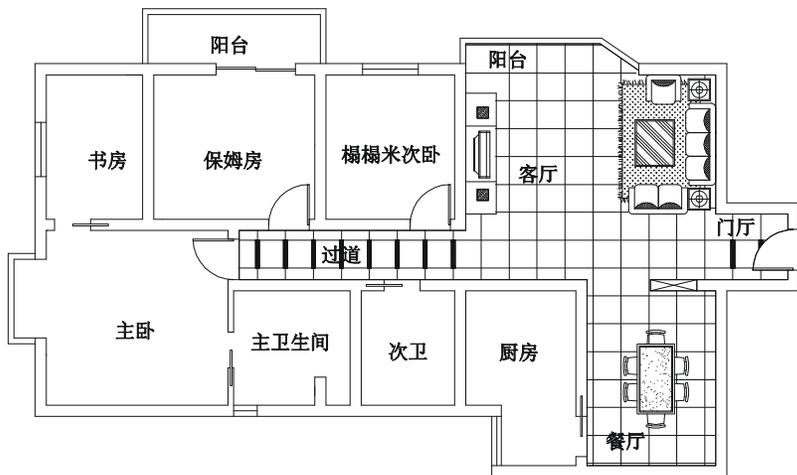

图 6-1-32
**STEP 16** 使用复制命令 COPY 将上面绘制的一块“黑金沙”进行多重复制，如图 6-1-32 所示，其具体操作步骤如下：